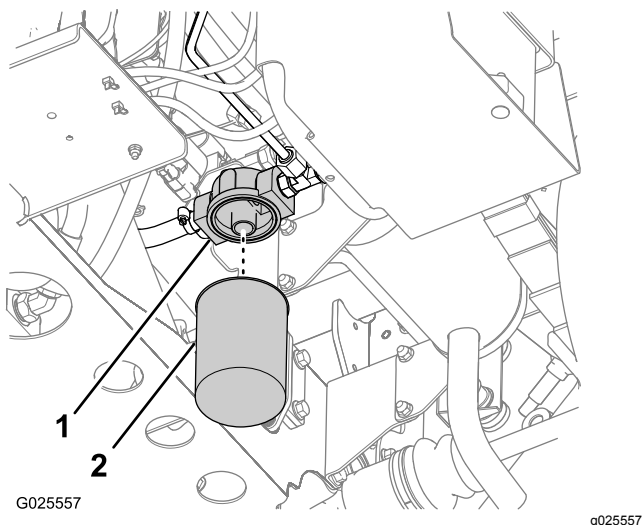

Рисунок 81
2. Очистите зону вокруг места крепления фильтра (Рисунок 81).
3. Поместите под крышку сливной поддон (Рисунок 81).
4. Снимите фильтр, повернув его против часовой стрелки (Рисунок 81).
5. Очистите монтажную поверхность фильтра на переходнике фильтра (Рисунок 81).
7. Установите фильтр на переходник фильтра так, чтобы прокладка фильтра коснулась уплотнительной поверхности переходника (Рисунок 81), затем затяните фильтр еще на 1/2 оборота (Рисунок 81).